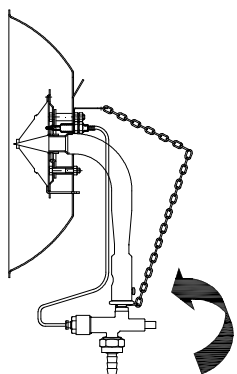

Fig. 13
- Llevar el aparato a la posición que indica la Fig.13. Golpear ligeramente el tubo para desprender el polvo acumulado en sus paredes, alternando con sacudidas del aparato.
- Place the system in the position indicated in Fig.13.
- Mettre l'appareil dans la position indiquée sur la Fig. 13.